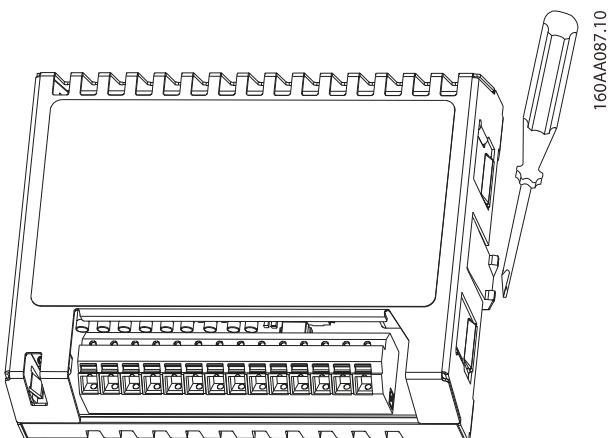

Abbildung 1.6 Ausbau der Option
2. Lösen Sie den Schnappverschluss durch eine seitliche Hebelbewegung wie in Abbildung 1.6 dargestellt.